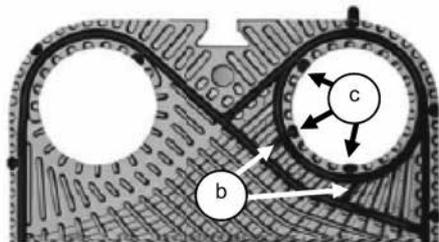

Fig.9
- Pour la moitié de joint dont la plaque dispose d'un logement correspondant à chaque Plug-in® (Fig.9-c), positionnez le joint, insérez les Plug-in® dans leur logement et encollez les barrettes de liaison Fig.9-b.
culaire entourant le collecteur. Il peut aussi être nécessaire d'éliminer les barrettes de liaison (Fig.9-b).
**NOTA:** certaines plaques ne disposent pas d'emplacement sur le pourtour des collecteurs pour insérer les Plug-In® des joints, il faut donc les couper avec des ciseaux. Pour ces plaques, il faut également couper les barrettes de liaison Fig.9-b. La zone non maintenue des joints doit alors être maintenue par collage. Nous conseillons d'encoller en totalité les joints d'échangeur DN200.